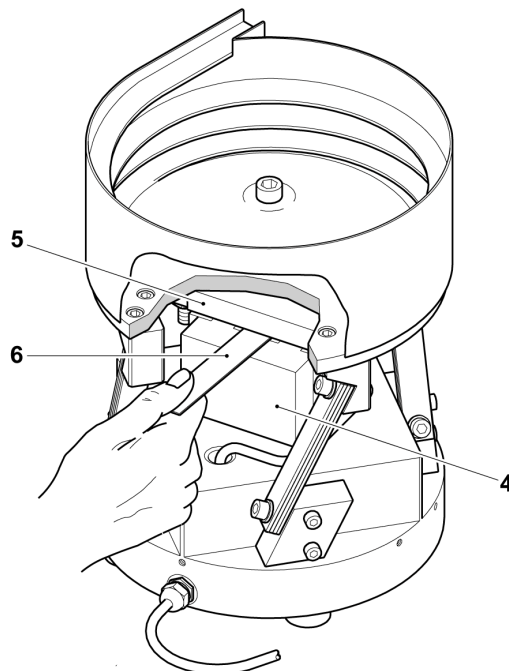

Abbildung 22
3. Der Luftspalt zwischen Magnetspule (4) und Joch (5) ist mittels einer Fühlerlehre (6) auf ein Maß zwischen (siehe Abbildung 22):